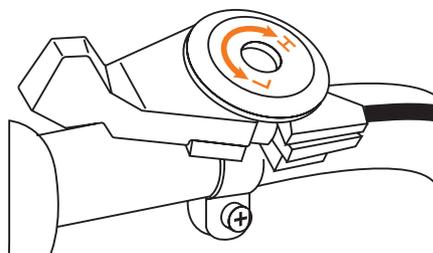

Рис. 14
Рычаг регулировки оборотов позволяет уменьшать или увеличивать скорость передвижения мотоблока, для этого переведите рукоять в положение (H) для увеличения и в положение (L) для уменьшения оборотов двигателя (Рис. 14).